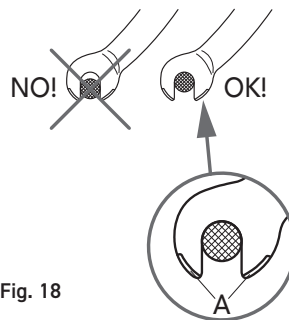

Fig. 18
- Posizionate la ruota nei forcellini del telaio e assicuratevi che vi sia inserita a fondo (Fig. 18).
Non modificare o in nessun modo manomettere il bordino di ritenzione (A - Fig. 18) (se la vostra forcella ne è dotata). Il bordino di ritenzione è stato pensato per prevenire il distacco della ruota in caso di allentamento dei dadi.